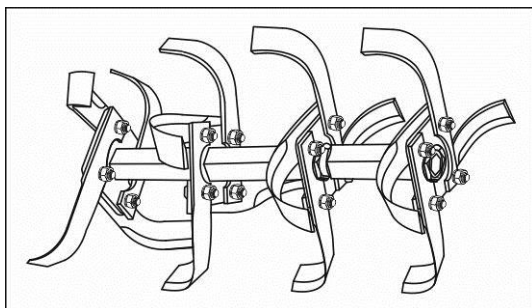

Рисунок 14. – Ґрунтофреза у зборі
7. Скласти інші сегменти ротора ґрунтофрези (див. рисунок 14.) Складання лівої половини ґрунтофрези здійснюється аналогічно, урахуванням напрямку обертання ротора.